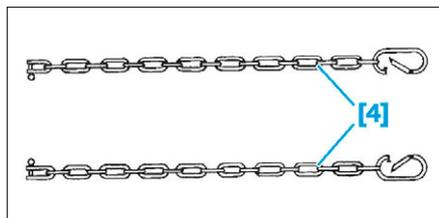

FIG. 4
- [4]. Jeu de 2 élingues (réf : 0102-M) (Fig.4).